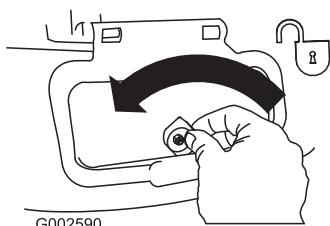

Bild 33
- Entriegeln Sie die Seitauswurfklappe (Bild 33).